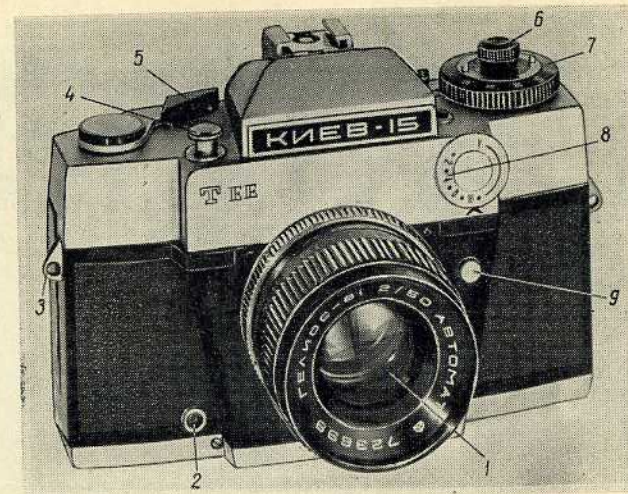
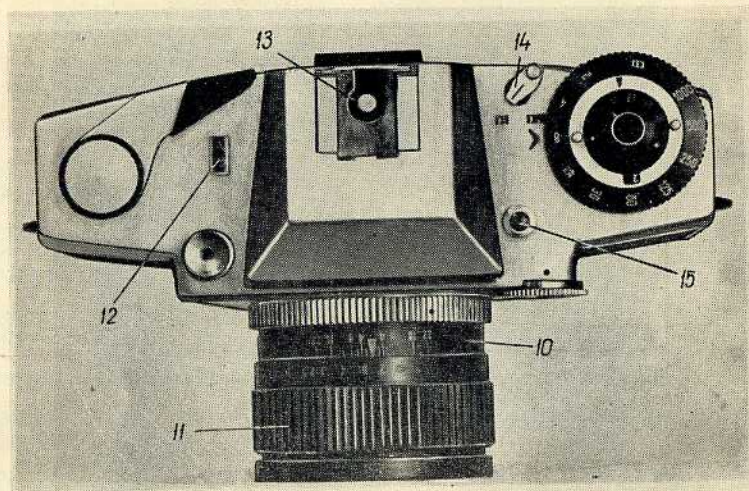
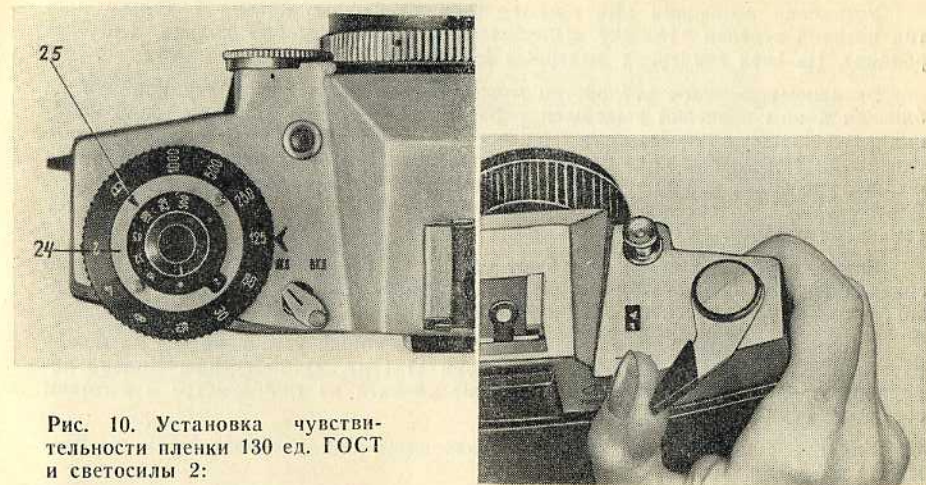
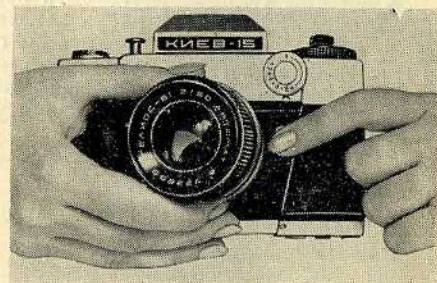

Рис. 1. Общий вид фотоаппарата:
Рис. 2. Вид фотоаппарата сверху:
Рис. 10. Установка чувствительности пленки 130 ед. ГОСТ и светосилы 2:
Рис. 17. Смена объектива
На рис. 1, 2, 3, 4 показаны основные детали фотоаппарата.
Включение дополнительного диапазона производится только при выдержке  $1/60$  сек. головкой 6 (рис. 1). Установленную на желтую точку головку необходимо приподнять и повернуть до совмещения индекса на ней с красной точкой на шкале чувствительности.
- выключить экспонометрическое устройство выключателем 14 (рис. 2);
- проверить, установлен ли индекс головки 6 (рис. 1) на желтую точку.
- нажать кнопку 15 (рис. 2) и, наблюдая в окуляр визира, проверить положение стрелки гальванометра относительно шкалы диафрагм: стрелка должна отклониться не менее чем до точки, соответствующей диафрагме 5,6. Если стрелка не доходит до указанного деления, значит напряжение ниже допустимого и элемент необходимо заменить.
7. Отключить механизм автоматической установки диафрагмы поворотом диска 8 (рис. 1) против часовой стрелки до установки любого значения диафрагмы, нанесенного на шкале против индекса на корпусе, так как спусковая кнопка при слабой освещенности может быть заблокирована.
- повернуть диск 24 (рис. 10) до появления в окне значения светосилы установленного на камере объектива;
- придерживая кольцо установки выдержек 7 (рис. 1), повернуть головку 6 до совмещения значения чувствительности заряженной пленки с индексом 25 (рис. 10).
10. Включить механизм автоматики, повернув диск 8 (рис. 1) по часовой стрелке до совмещения буквы «А» с индексом.
Питание экспонометра включается выключателем 14 (рис. 2). Затвор взводится поворотом рычага до упора (рис. 11). Для удобства взвода рычаг сначала поворачивается на  $15^\circ$  без передачи движения на механизмы аппарата. Если взвод произведен полностью, то рычаг автоматически возвращается в исходное положение, если не полностью — остается в промежуточном положении. В этом случае затвор следует довзвести.
Выдержки устанавливаются (рис. 12) как при спущенном, так и при взведенном затворе поворотом кольца 7 (рис. 1) до совмещения выбранного значения выдержки с индексом на верхней крышке.
Наводка объектива на резкость (рис. 13), а также установка его по шкале расстояний производятся вращением кольца 11 (рис. 2) объектива. Кольцо поворачивают до тех пор, пока изображение объекта на микрорастре и матовом стекле не станет резким.
Если стрелка находится под указателем в конце шкалы диафрагм (положение «света много»), то спусковая кнопка не блокируется. Для получения нормальных (непередержанных) негативов нужно уменьшить выдержку. Если стрелка находится над одним из делений участка шкалы диафрагм между указателями, то можно производить съемку, плавно нажав спусковую кнопку 4 (рис. 1). При этом диафрагируется объектив, автоматически поднимается зеркало, срабатывает затвор, после чего зеркало опускается. При возвращении спусковой кнопки в исходное положение диафрагма объектива автоматически открывается.
Экспонетрическое устройство определяет экспозицию по интегральной (суммарной) яркости всех объектов, попадающих в кадр, поэтому при съемке объектов, резко отличающихся по яркости в пределах кадра (например, человек на фоне снега), экспонетрическое устройство может не обеспечить правильную экспозицию для основного объекта съемки. При необходимости корректировки экспозиции механизм автоматики должен быть отключен поворотом диска 8 (рис. 1).
Фотоаппарат снабжен штепсельным гнездом 2 (рис. 1) и контактом в обойме 13 (рис. 2) для подключения различных ламп-вспышек. Съемку с лампой-вспышкой следует производить только при отключенной автоматике на любой из выдержек от 1/60 до 1/2 сек, выделенных на шкале желтым цветом.
Чтобы снять объектив нужно нажать кнопку фиксатора 9 (рис. 1) и, поворачивая объектив против часовой стрелки, вынуть его из камеры. Чтобы установить специальный сменный объектив (рис. 17), необходимо совместить красную точку на его основании с такой же точкой на корпусе камеры, нажать кнопку фиксатора, вставить объектив в байонет камеры, повернуть по часовой стрелке до упора и отпустить кнопку фиксатора. После этого небольшим поворотом объектива в обратном направлении проверить надежность его фиксации.
В фотоаппарате предусмотрен учет светосилы устанавливаемых специальных объективов (от 1,4 до 4) с помощью диска 24 (рис. 10).